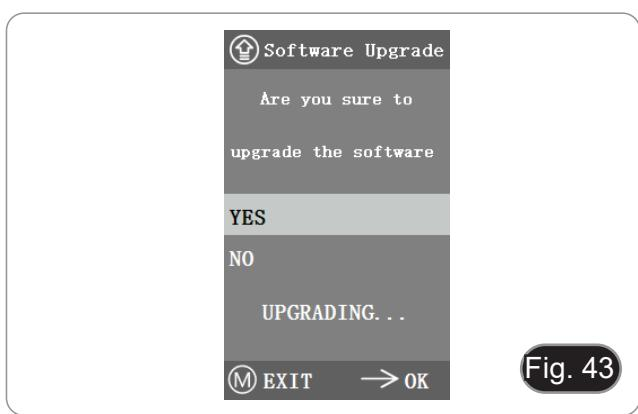

Fig. 43
1. Wählen Sie "Yes", um das Upgrade durchzuführen, und die folgende Meldung wird angezeigt: "UPGRADING...", während das System aufgerüstet wird. (Fig. 43)